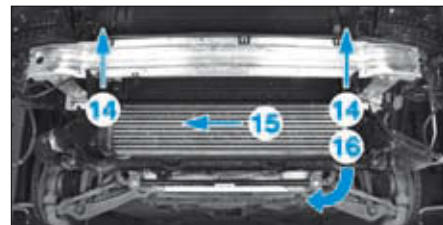

FIG. 52
- Soulever l'échangeur air/air en (14) puis le décaler vers la droite du véhicule en (15) et basculer la partie gauche de l'échangeur vers le bas en (16) pour le déposer (Fig.52).